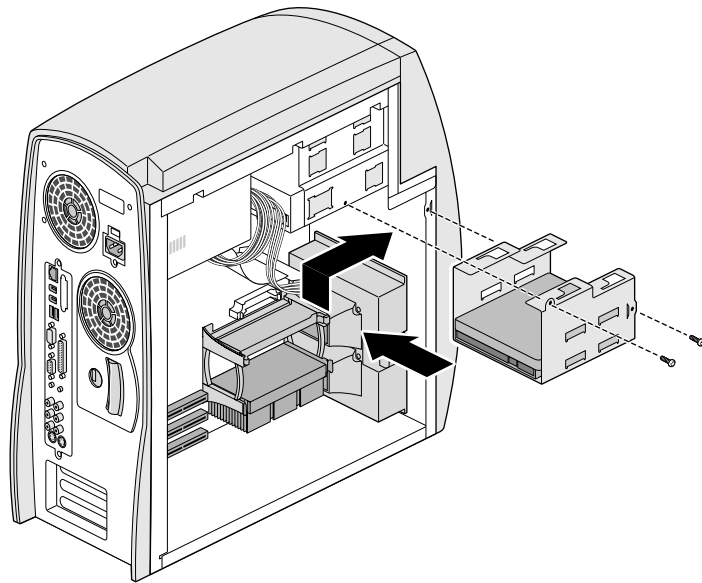

Abbildung 4-18 Installieren des Halters der internen Festplatte
8. Installieren Sie den Halter wie in Abbildung 4-18 dargestellt, im Einschub für das Laufwerk.